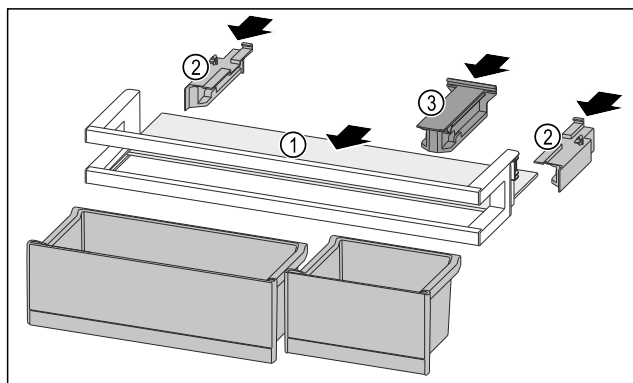

Fig. 216
- ▶ 将搁板 Fig. 216 (1) 推入侧面凹槽。
- ▶ 插入侧面部分 Fig. 216 (2)。
- ▶ 插入定位件 Fig. 216 (3)。